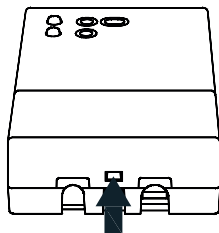

Figure 1
- Poussez, à l'aide d'un tournevis, la languette en plastique située dans la fente du bas pour soulever légèrement le cache-câbles (figure 1).
- > Placez le cache-câbles sur la base, poussez en tournant vers celle-ci; repoussez vers l'intérieur la languette en plastique de la partie inférieure de la base et exercez une pression pour faire déclencher la languette de fixation à l'intérieur de la cavité sur le côté inférieur du cache-câbles (figure 1).